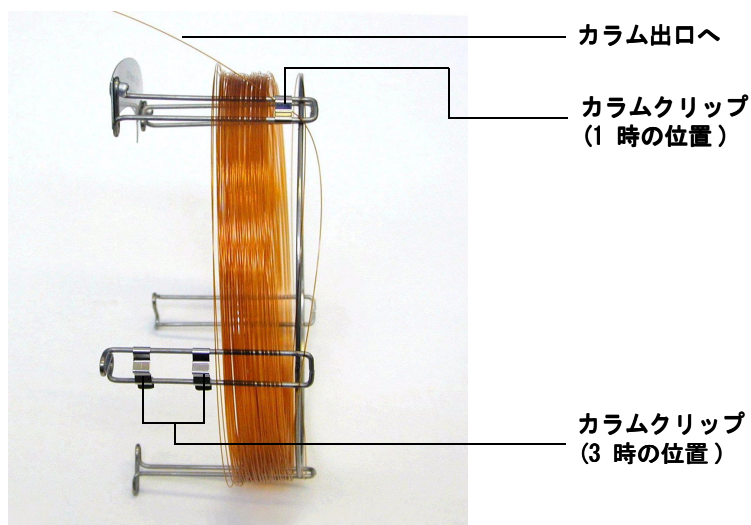

図 5 1 時の位置から通したカラム
- 4 カラム出口がカラムケージの前方に来るように、1 時の位置にあるクリップからカラム出口を通します。図 5 を参照してください。